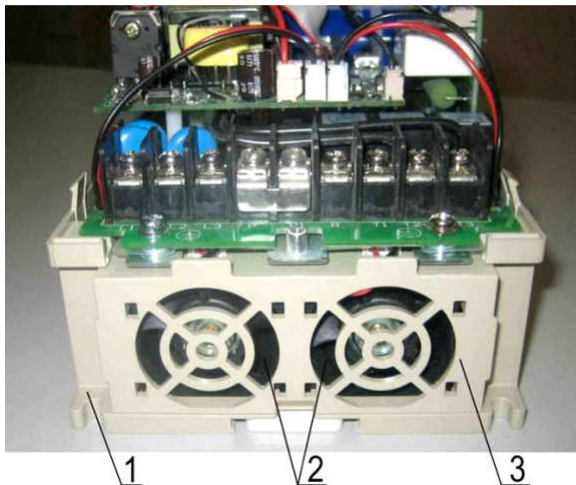

Рис. 7.15
7.7.3. Установить панель вентиляторов (3) в основание корпуса (1), приложив рукой усилие до щелчка (рис. 7.15).